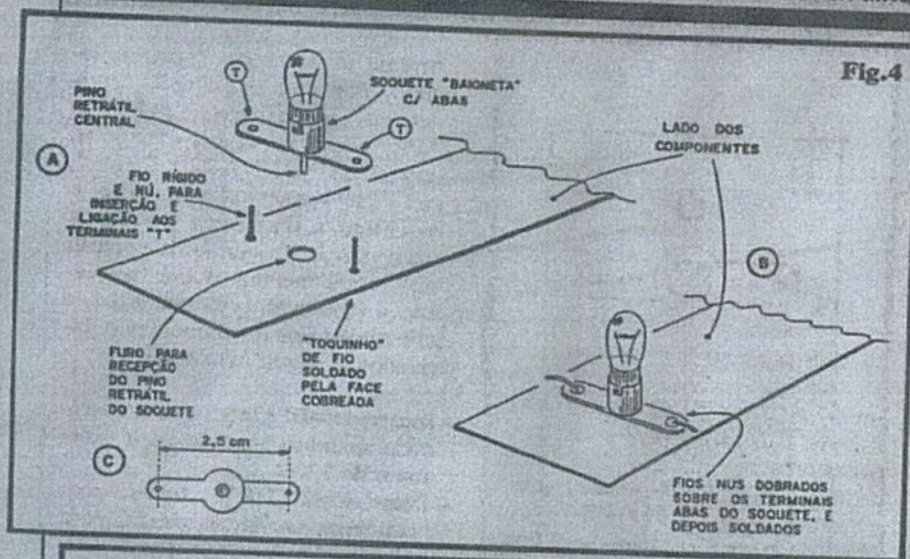

Fig. 4
- FIG. 4 - DETALHAMENTO DA FIXAÇÃO E LIGAÇÃO DOS SOQUETES - É muito importan-
- 4-C - Observar (isso é IMPORTANTE...) que, para as "coisas darem certo", mecanica e eletricamente, a distância entre os centros dos furos/terminais nas abas dos soquetes deve ser de exatamente 2,5 cm., para garantir um acoplamento perfeito aos fios previamente soldados à placa (conforme fig. 4-A). Se, eventualmente, o Leitor/Hobbysta não conseguir obter os recomendados soquetes (eles são muito comuns, entretanto...), terá que fazer, antes da fixação/ligação, alguma adaptação, eventualmente pela pré-